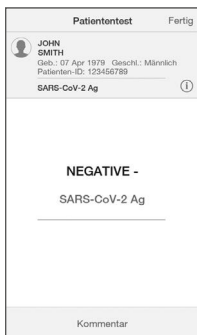

Abb. 1: Negatives Ergebnis für SARS-CoV-2 Ag
4. **Das Ergebnis** erscheint innerhalb von 12 Minuten nach Auffragen der Probe und dem Start des Tests auf dem Touchscreen des Instruments. Die Ergebnisse werden als positiv oder negativ für SARS-CoV-2 Ag auf dem Bildschirm des Instruments angezeigt (siehe Abb. 1 und 2).